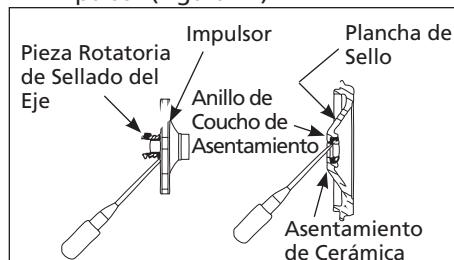

Figura 14 - Remoción del Sello del Eje y el Asentamiento de Cerámica
- Planquee la pieza rotatoria de sellado del eje para que salga del impulsor (Figura 14).
- Empuje o palanquee el asentamiento de cerámica para separarlo de la placa de sellado (Figura 14).